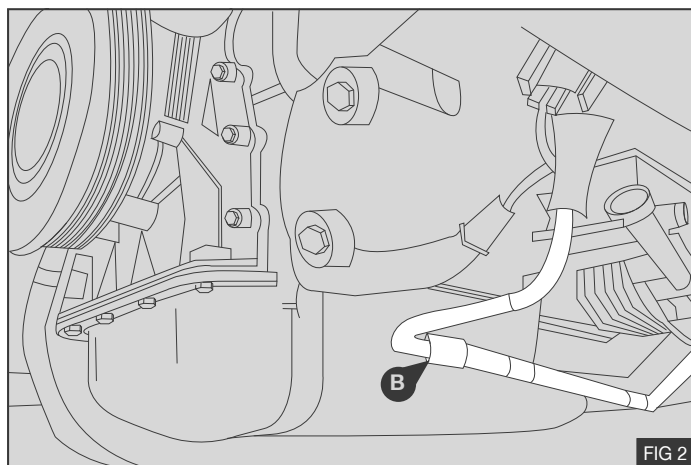

FIG 2
2. Afloje la abrazadera de la manguera de la servodirección **(B)**. Deslice la manguera de la servodirección de modo que haya espacio suficiente para el colector del compresor al colocarlo - Fig 2.
**Nota:** No vuelva a apretar la abrazadera de la manguera de la servodirección **(B)** hasta que se haya colocado el compresor - Fig 2.